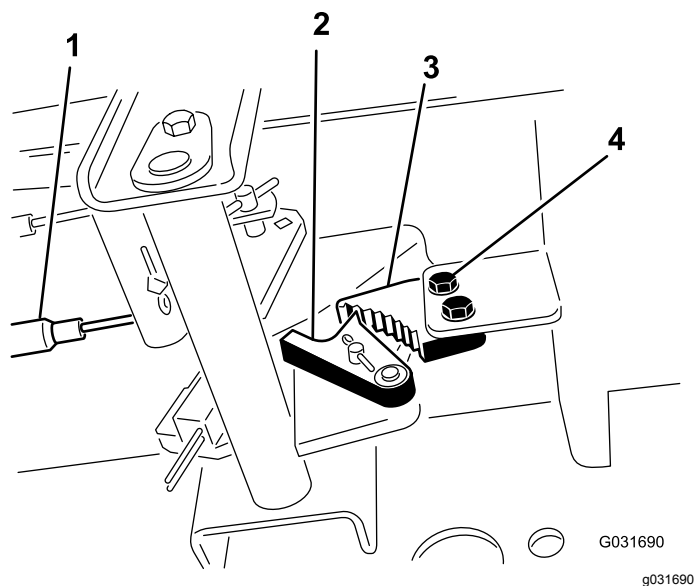

Figura 72
1. Desaperte os dois parafusos que prendem a lingueta do travão de estacionamento à estrutura (Figura 72).
2. Carregue no pedal do travão para a frente até o detentor do estacionamento engatar completamente na lingueta do travão (Figura 72).